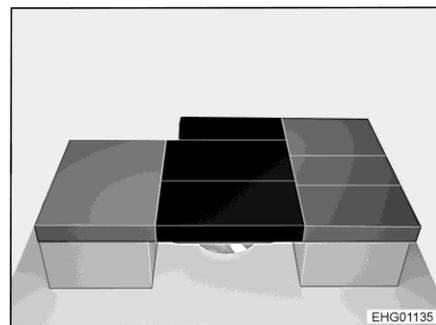

Fig. 171 Dopo la trasformazione
- Collocare i tre cuscini aggiuntivi come illustrato in Fig. 171.